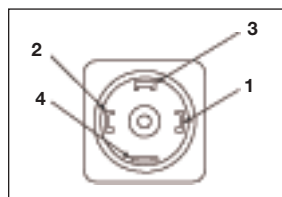

図2
3. 圧力スイッチ配線端子は、DINプラグコネクタにナンバーが打ってあります。図2に従って、正しく接続してください。